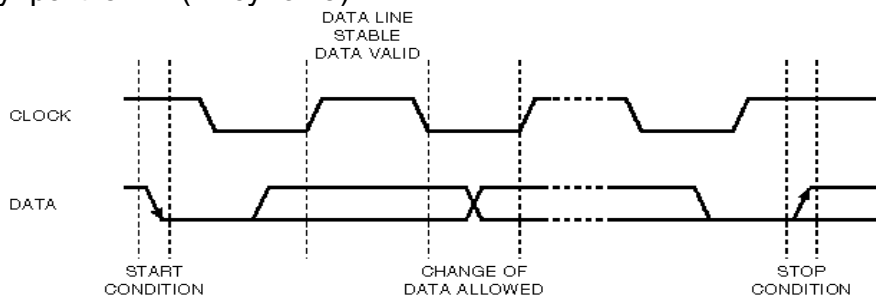

Рисунок 5.
-Изменения SDA при «1» на SCL интерпретируются как сигналы управления (Рисунок 5).